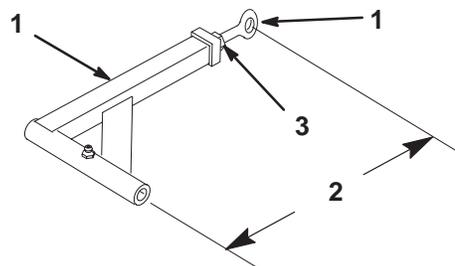

**Figure 60**
- Si un réglage est nécessaire, desserrez la poulie de renvoi fixe de la plaque de support droite et déplacez-la en haut ou en bas de la fente de réglage (Fig. 60). Pour détendre la courroie, tirez sur la poulie de tension rappelée par ressort.